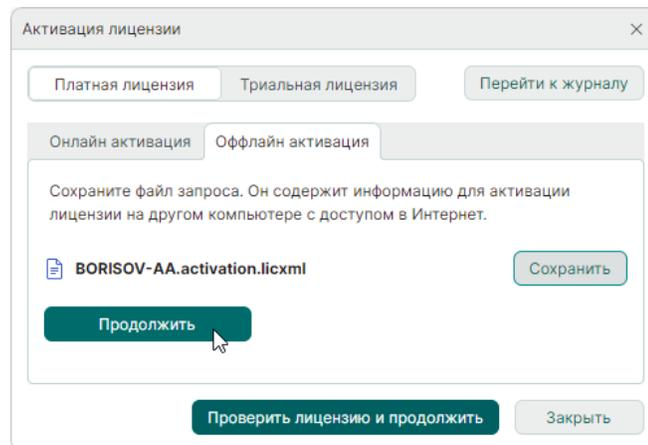

Рис. 23 Окно «Активация лицензии». Кнопка «Продолжить»
7. На компьютере, на котором был сформирован файл запроса нажмите «Продолжить» в окне «Активация лицензии», см. Рис. 23.